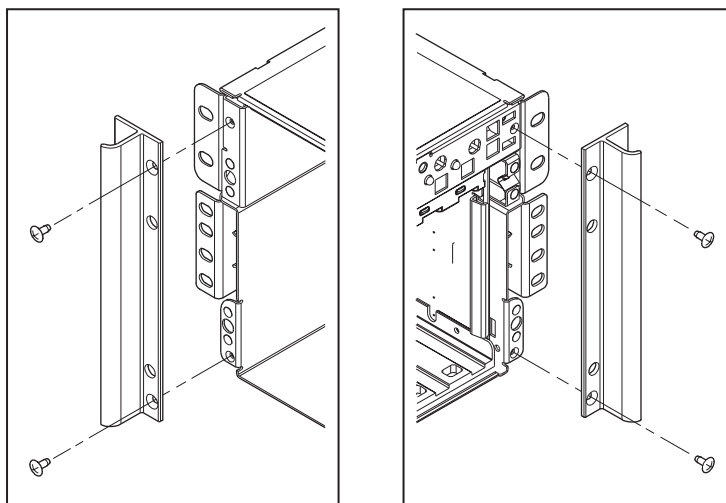

図9 本体とハンドルの位置合わせ
2. 図9のように、ハンドルの内側の一番上と一番下の穴を本体の一番上と一番下の穴の位置に合わせます。